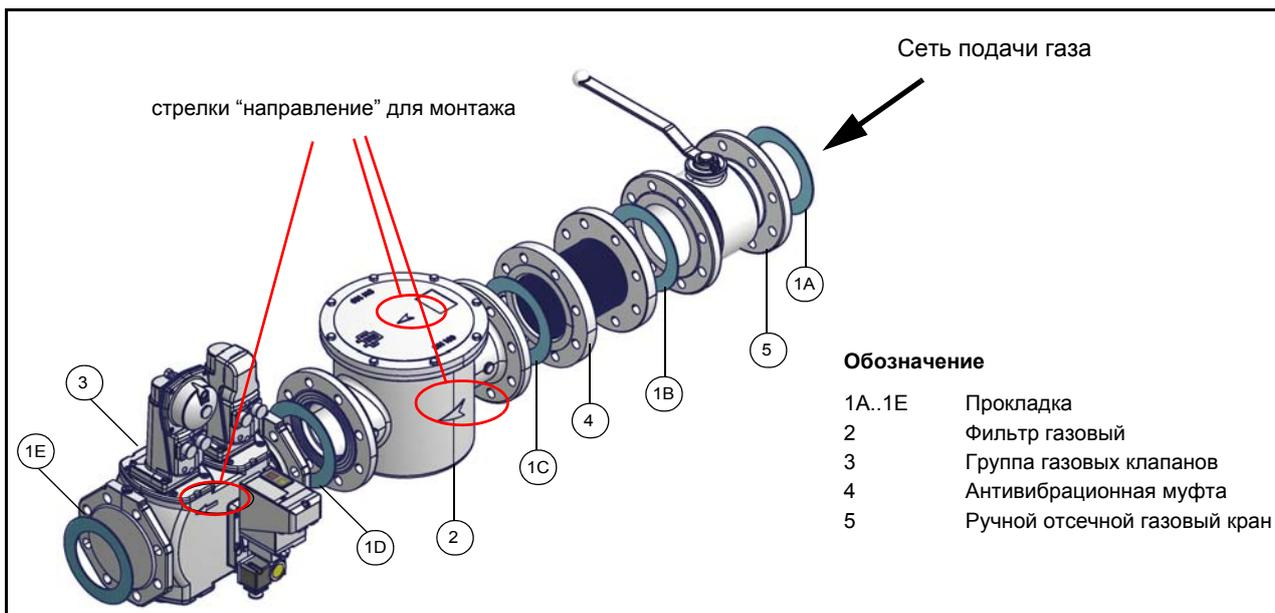

Рис. 6 - Пример газовой раампы
- 1 - б) при фланцевых соединениях: между соседними компонентами устанавливать прокладку (1A..1E - Рис. 6), совместимую с используемым газом,
**ВНИМАНИЕ:** после монтажа газовой раампы согласно схеме на Рис. 6, необходимо провести тестирование на герметичность газового контура, согласно требований действующих нормативов.